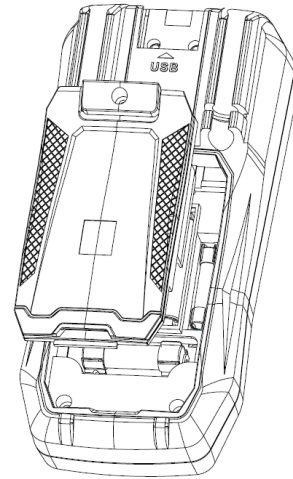

Рисунок 19
10.2. Замена батареи и предохранителей (см. рисунок 19)